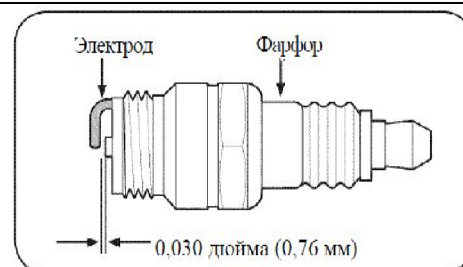

Рис. 12
2. Выкрутите свечу и проверьте зазор. Значение зазора должно составлять 0,030 дюйма (0,76 мм), См. Рис. 12.